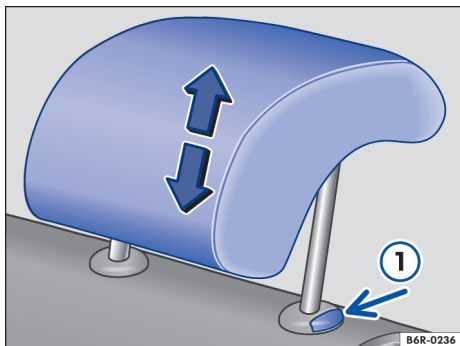

Fig. 61 Ajustar o apoio para cabeça traseiro.
- Empurrar o apoio para cabeça para cima no sentido da seta ou, com o botão → Fig. 61 ① pressionado, empurrar para baixo → ⚠️ em *Introdução ao tema* na página 74.